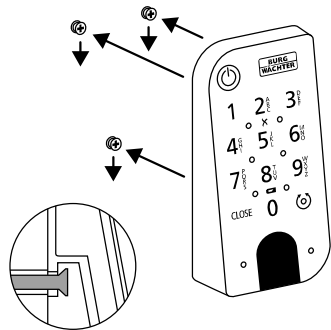

Abb. 4
- 4 Setzen Sie die Tastatur auf die Schraubenköpfe wie in der Abbildung dargestellt (Abb. 4).